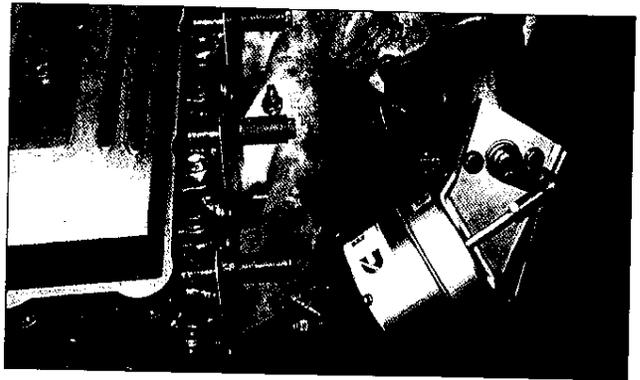

Fig. 5
- a. Instale el freno de escape con la nueva junta y 5 tornillos de cabeza incluidos en el juego de juntas (Fig. 5 y 6). Apriete todos los tornillos bien seguros. Entonces torque los tornillos en un diagrama en forma de cruz hasta una medida de 18 ft-lbs.